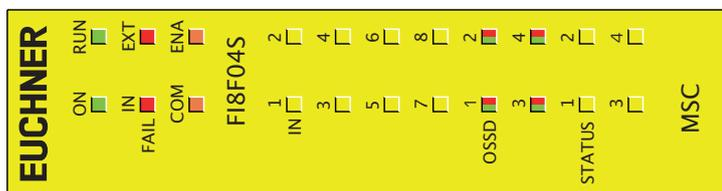

Figura 16:
8.3.4. Módulo FI8FO4S (Figura 16)